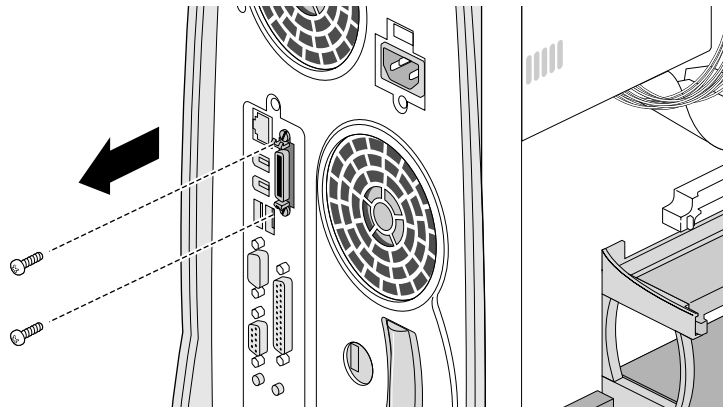

Abbildung 5-8 Entfernen der Schrauben von der Monitor-Anschlußkarte
4. Entfernen Sie die beiden Schrauben, mit der die Karte an der Rückwand befestigt ist, wie in Abbildung 5-8.